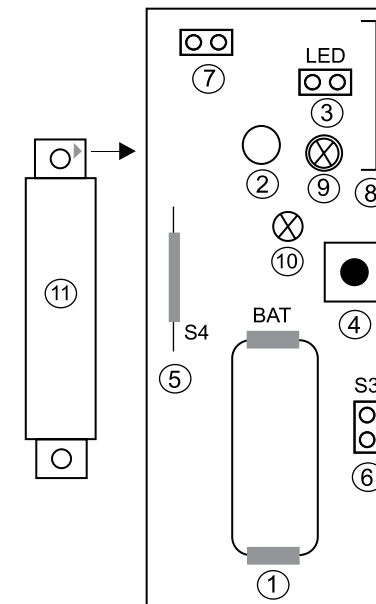

Рис. 1
Структурная схема извещателя показана на Рис. 1.
- Управляющий элемент (магнит) устанавливается слева от датчика стрелкой, расположенной на корпусе управляющего элемента (магнита), в сторону датчика (Рис.1).